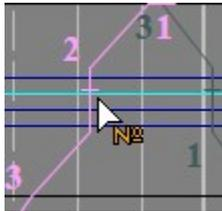

Рис.106. Выбор события нормативной нити.
- подвести указатель «мыши» к **выбранному событию нормативной нити**, убедиться, что появился значок № (см. рис. 106), нажать левую клавишу «мыши» и протянуть «мышь» до выбранного события нормативного графика;